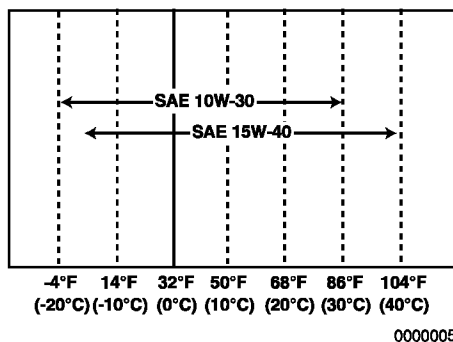

Figure 5
- Velg oljeviskositet etter omgivelsestemperaturen der motoren betjenes. Se *Smøreoljens viskositet Figure 5*.
- Velg passende motoroljeviskositet basert på omgivelsestemperaturen vist i SAE-servicegradviskositet-tabellen (Figure 5).